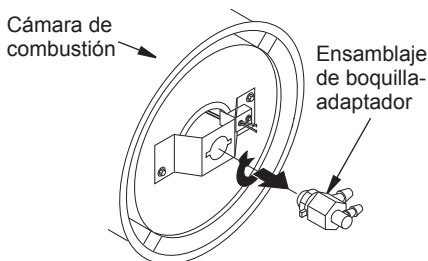

Figura 18 - Desmontaje del ensamblaje de la boquilla-adaptador
- Gire el ensamblaje de la boquilla 1/4 de vuelta a la izquierda y tire de él hacia el motor para desmontarlo (consulte la figura 18).
- Fije el ensamblaje de la boquilla al soporte del quemador (consulte la figura 18, página 43).